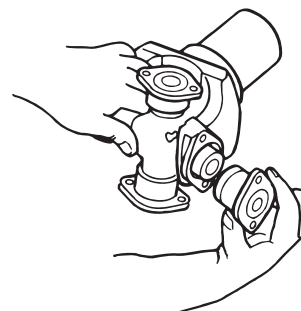

Figura 5.2
4. Retire el segundo rodamiento. Figura 5.2.